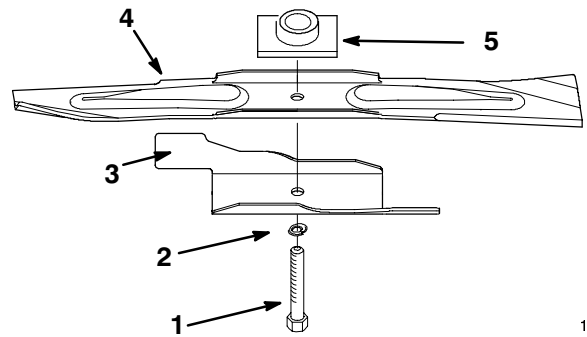

Figure 25
Tenez la lame à son extrémité avec un chiffon ou un gant épais. Enlevez le boulon et la rondelle de blocage, l'accélérateur et la lame (Fig. 25).
1. Placez la lame sur l'axe et le dispositif d'entraînement, les extrémités incurvées dirigées vers la tondeuse, et le dispositif d'entraînement logé dans le creux de la lame (Fig. 25).
2. Montez l'accélérateur, la rondelle et le boulon de lame (Fig. 25).